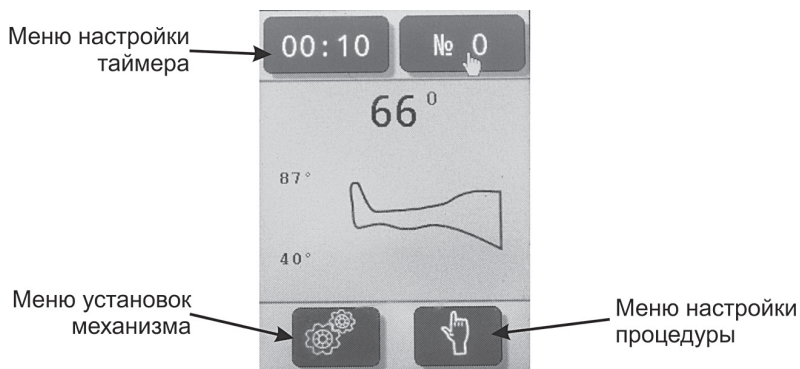

Рисунок 8.4 – Дисплей режима готовности
8.2 Дисплей режима готовности (см. рис. 8.4):
После однократного нажатия любой кнопки Аппарат перейдет в режим «Пауза», о чем сообщит мигающая в зоне С пульта управления иконка . В данном режиме дисплей переходит в состояние выбора меню (см. рис. 8.4): иконки панели становятся активными и появляется возможность оперативно изменить (скорректировать) режим работы аппарата.